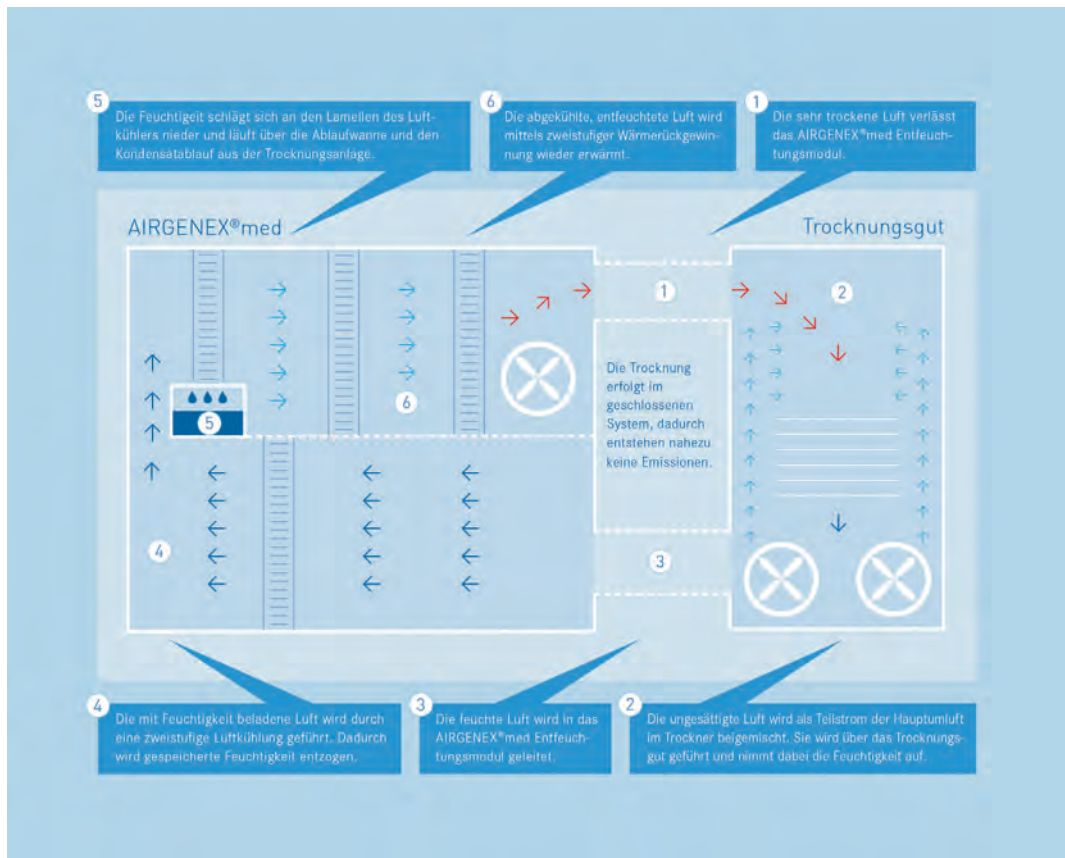

Abb. 3: Verfahrensschema AIRGENEX®med – Entfeuchtungsaggregat.
Doch wie genau funktioniert der Entfeuchtungsprozess, der im AIRGENEX®med – Modul stattfindet? Abb. 3 zeigt in Anlehnung an die entsprechenden Ziffern diesen Prozess. Die gefilterte, feuchte Luft (3) strömt durch die erste Zone eines von Harter entwickelten Wärmerohres. Dort wird sie vorgekühlt (4) und im weiteren Prozess durch den Luftkühler